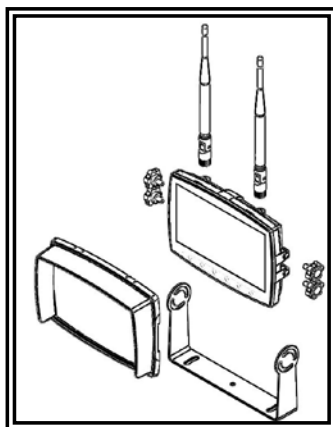

Figure 4
3. Installez le moniteur sur le support en U comme illustré à la Figure 4. Ajustez la position de l'écran pour un meilleur angle de vue avant de serrer les deux vis sur chaque extrémité.